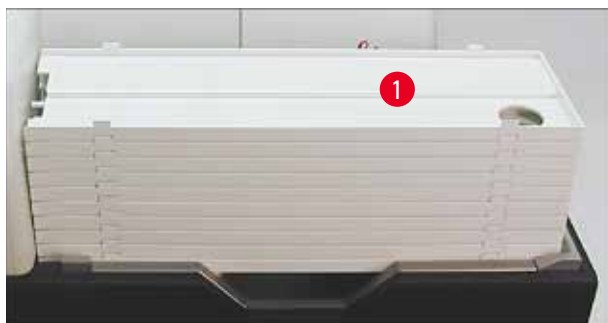

図 38
1. トレーのスタック (→「図 38-1」) をアンロードステーションのリフトテーブルの上に配置します (→「図 38」)。